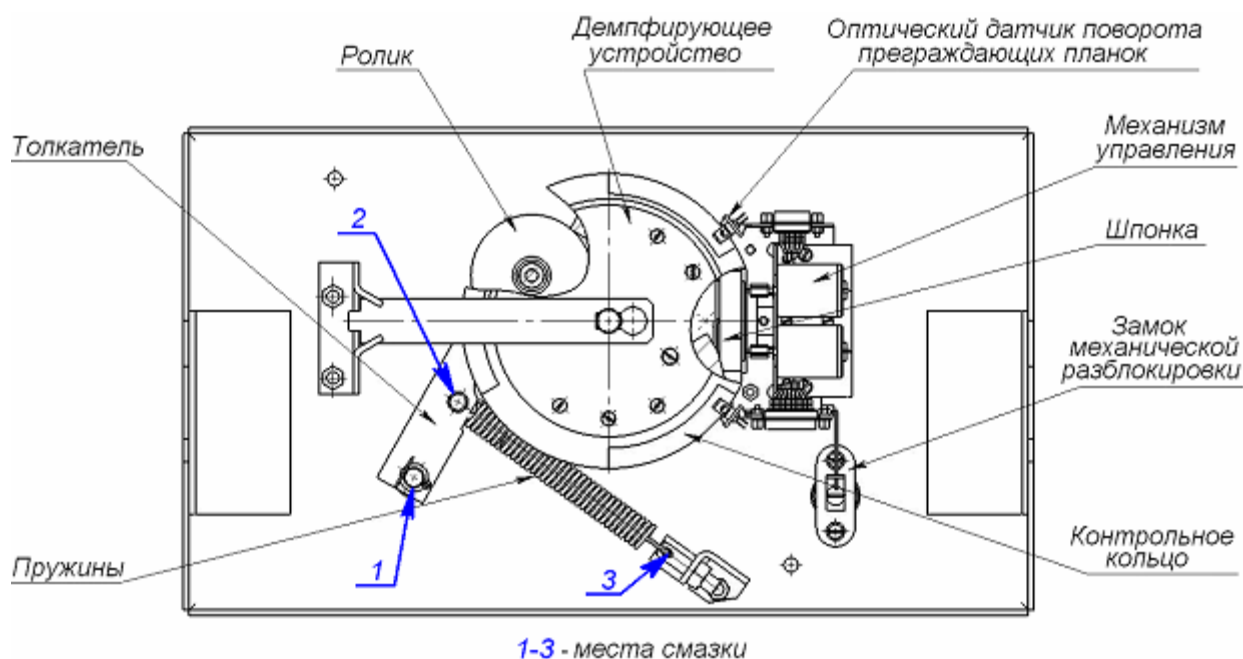

Рисунок 16. Узел вращения стойки ЭП
2. Снимите крышку (3) в порядке, указанном в разд. 6 и положите ее на ровную устойчивую поверхность.
3. Осмотрите устройство доворота (толкатель, пружины и ролик), оптические датчики поворота преграждающих планок и демпфирующее устройство (см. рис. 16).
- четыре втулки на устройстве доворота – две на оси вращения толкателя и две на оси крепления пружин, а также отверстия в деталях крепления пружин, по две - три капли масла в каждое место смазки (места смазки указаны на рис. 16);
- механизмы секретности замка механической разблокировки (7) и замка крышки (4) со стороны замочной скважины.